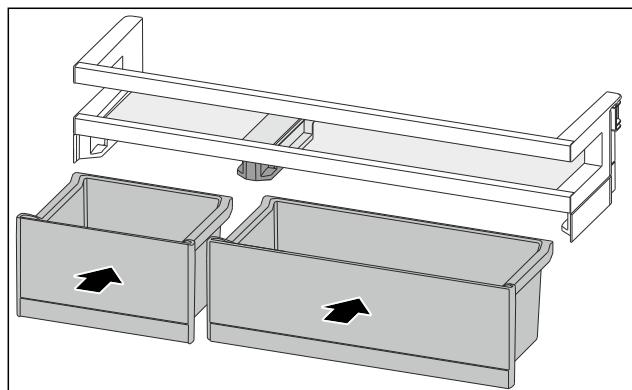

Fig. 94
- ▶ 排列互换后装入 VarioBox。 (参见 Fig. 94)